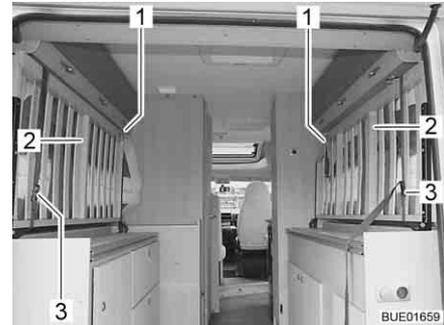

Fig. 84 Somiers
- Sujetar el somier (Fig. 84,2). Soltar el cierre en el cinturón de retención (Fig. 84,3) y quitar la cinta de seguridad (Fig. 84,1).
- Desplegar el somier (Fig. 84,2) lentamente.